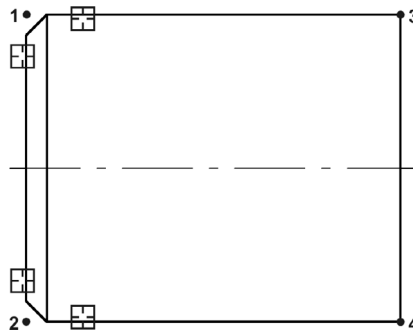

Рис. 13.5. Указание кривых для построения фаски
4. В ответ на запрос системы **Укажите первую кривую для построения фаски** укажите курсором на отрезок 1–2 в окрестностях точки 1, поскольку в этой части отрезка предполагается построить фаску (рис. 13.5).